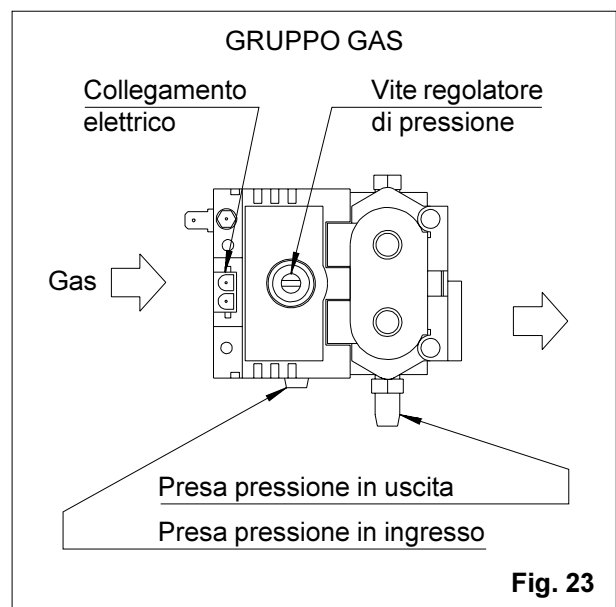

Fig. 23
Inserire il tubetto di un manometro a colonna d'acqua nella presa di pressione in uscita sul gruppo gas (fig. 23) dopo aver svitato di alcuni giri la vite di chiusura. Mettere in funzione il radiatore e verificare che la pressione al bruciatore corrisponda a quella indicata nella tabella dei dati tecnici.
Se la pressione del gas al bruciatore non dovesse corrispondere al valore indicato, agire sull'apposita vite del regolatore di pressione (fig. 23), dopo aver tolto il tappo di protezione, per ottenere il valore stabilito. Ruotando in sen-
- g) inserire il tubetto di un manometro a colonna d'acqua nella presa di pressione a monte sul gruppo gas (*fig. 23*), dopo aver svitato di alcuni giri la vite di chiusura
- g) inserire il tubetto di un manometro a colonna d'acqua nella presa di pressione in uscita sul gruppo gas (fig. 23), dopo aver svitato di alcuni giri la vite di chiusura. Verificare che la pressione di alimentazione corrisponda a quella indicata nella tabella dei dati tecnici. Se la pressione del gas al bruciatore non dovesse corrispondere al valore indicato, agire sulla vite del regolatore di pressione (fig. 23) per ottenere il valore stabilito. Ruotando in senso antiorario la pressione diminuisce e viceversa aumenta ruotando in senso orario